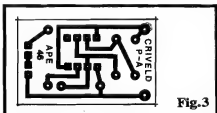

Fig.3
- FIG. 3 - LAY OUT DO CIRCUITO IMPRESSO (TRANSMISSOR) - Simples e pequeno (como exige a necessária portabilidade do módulo), o padrão de ilhas e pistas é mostrado em escala 1:1, sobre uma plaquinha de fácil realização...